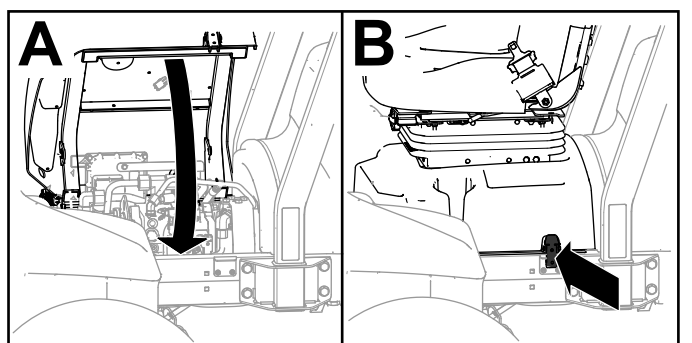

Рисунок 32
3. Поверните сиденье и его основание в закрытое положение (вид А на Рисунок 32).
4. Зафиксируйте основание защелкой (вид В на Рисунок 32).